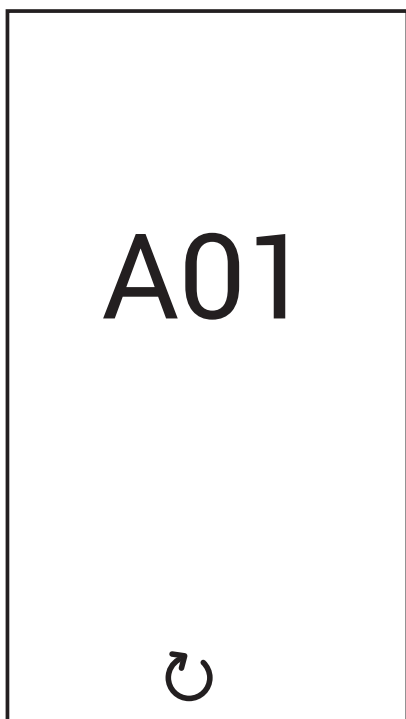

Abb. 5
**Störung Typ A (abb. 5):** Zur Wiederherstellung des Kesselbetriebs bei Vorliegen dieser Störung muss die Taste  gedrückt werden, bis die Anzeige „**Confirm?**“ erscheint. Anschließend mit der Taste  bestätigen.